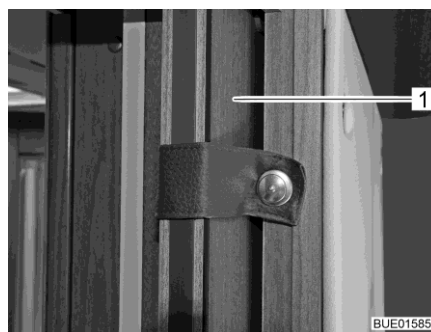
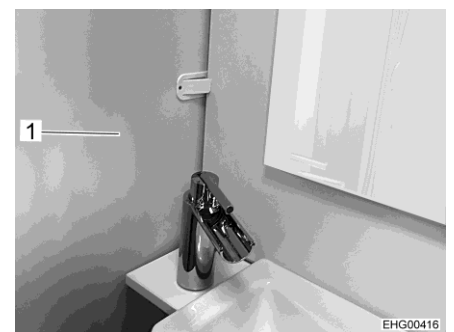

Bild 14 Skjuddörr
Bild 15 Duschvägg
- Lås dörrar (Bild 14,1) och sätt fast skiljeväggar (Bild 15,1) med de befintliga låsen eller fästanordningarna.